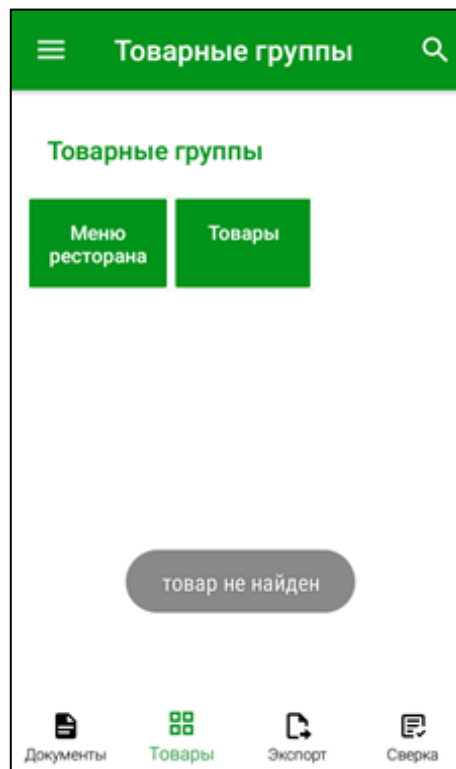

Рис. 84
- Кнопка  для мобильных устройств с камерой открывает окно сканирования, в котором можно отсканировать штрихкод товара. В открывшемся окне будет выведена информацию о товаре (см. Рис. 83). Если товар по штрихкоду не будет найден об этом появится соответствующее сообщение (см. Рис. 84).